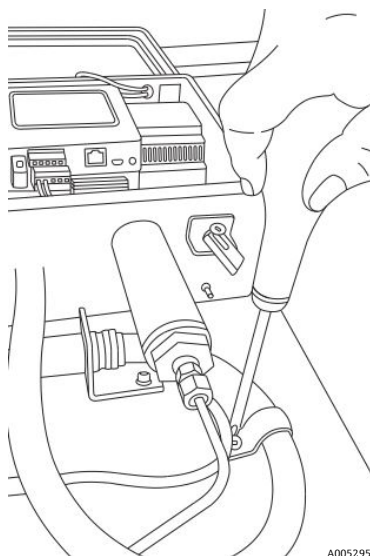

Abbildung 87. Klemme der Kabelführung entfernen
8. Klemmschraube der Kabelführung mit einem Kreuzschlitzschraubendreher entfernen. Siehe Abbildung 87.